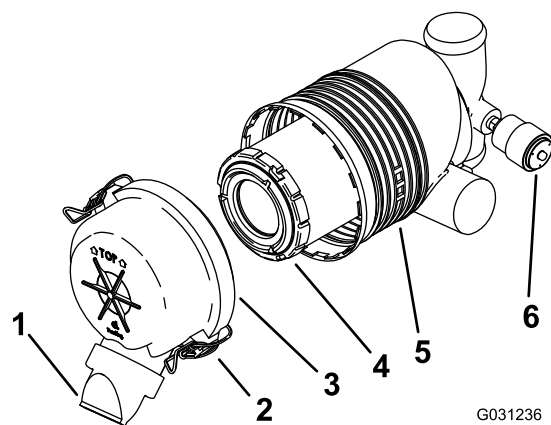

図 41
重要エアクリーナのフィルタの交換は、インジケータが赤色になってから行ってください 図 41。早めに整備を行っても意味がありません。むしろフィルタを外したときにエンジン内部に異物を入れてしまう危険が大きくなります。
- エアクリーナのラッチを外し、ボディーからカバーを抜き出す 図 41。
- インジケータが透明であれば、ダストキャップを下に向けてエアクリーナカバーを取り付けてラッチを掛ける 図 41。
- エアクリーナのボディーから、フィルタをはずかに引き出す (図 41)。
- 注意深くフィルタを取り付ける 図 41。
4. ダストキャップを下に向けてエアクリーナカバーを正しく取り付け、ラッチを掛ける 図 41。